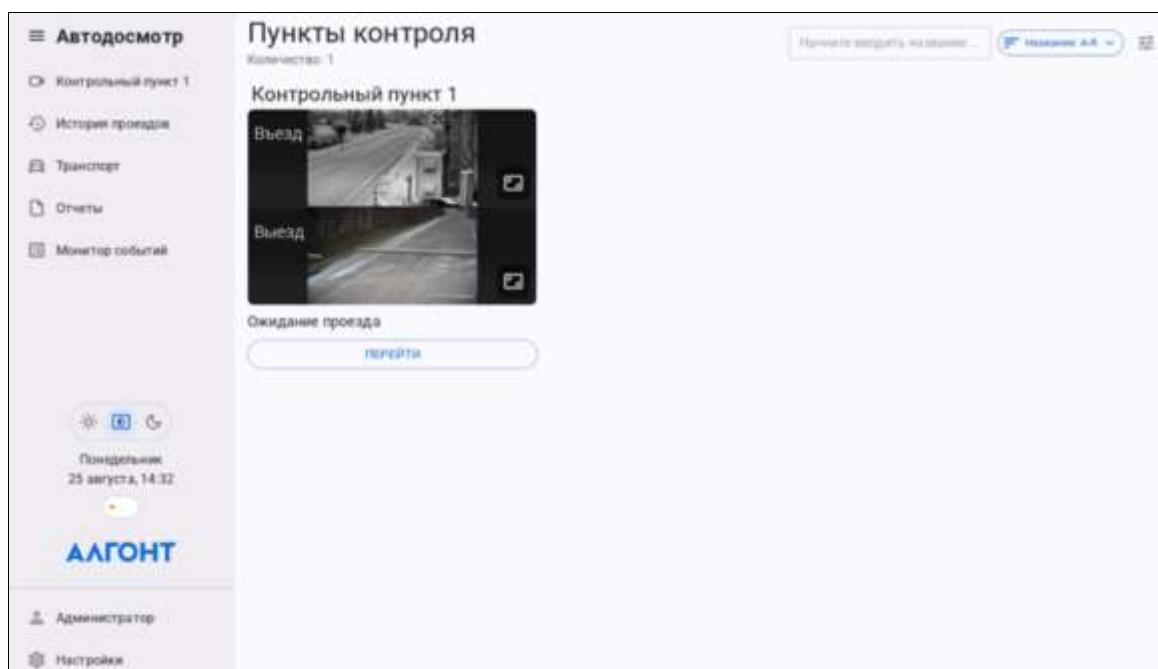

Рисунок 3 — Страница **Пункты контроля**
В случае успешного входа в систему будет отображена страница настроенного **Контрольного пункта** для начала осмотра (Рисунок 3).
**Главное меню** отображается в левой части страницы СПО. **Главное меню** может иметь компактный вид, в виде картинок или полный вид, в виде картинок с подписями. Переключение между представлениями меню осуществляется с помощью кнопки  в верхнем левом углу **Главного меню** (Рисунок 3). Описание пунктов меню приведено в таблице 1.